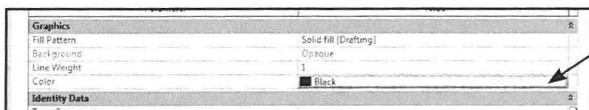

Fig. 15.79. Skift til en hvid farve.
- Skift også farven, ved at trykke på *Black* (Fig. 15.79).